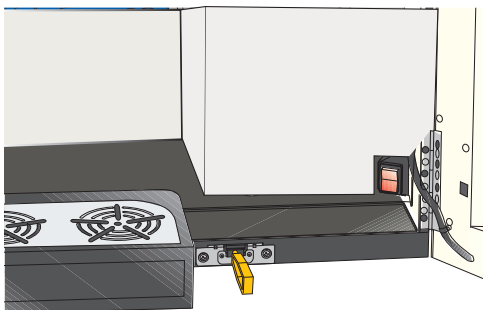

Fig. 7
- Tænd for hovedafbryderen på maskinen (fig. 7).